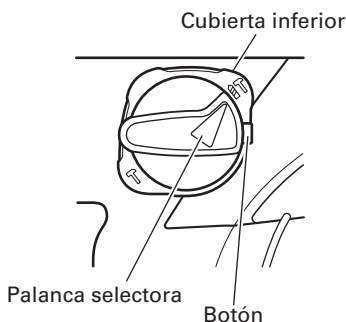

Fig. 7
(1) Cambio a “rotación + martilleo”
- Alinee la marca ▲ de la palanca selectora y **TT** del sujetador de palanca, tal como se muestra en la Fig. 7.